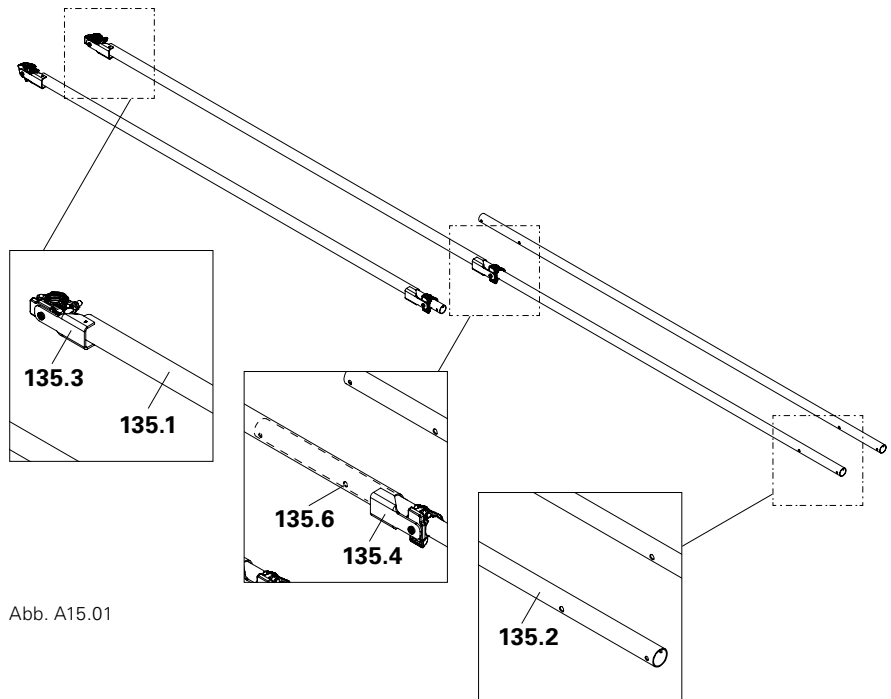

Abb. A15.01
- (Abb. A15.01)
- Maximale Auszugslänge 5,60 m. Die zweite Bohrung (**135.6**) im Innenrohr darf nicht sichtbar sein und muss immer vollständig vom Außenrohr verdeckt sein. (Abb. A15.01)